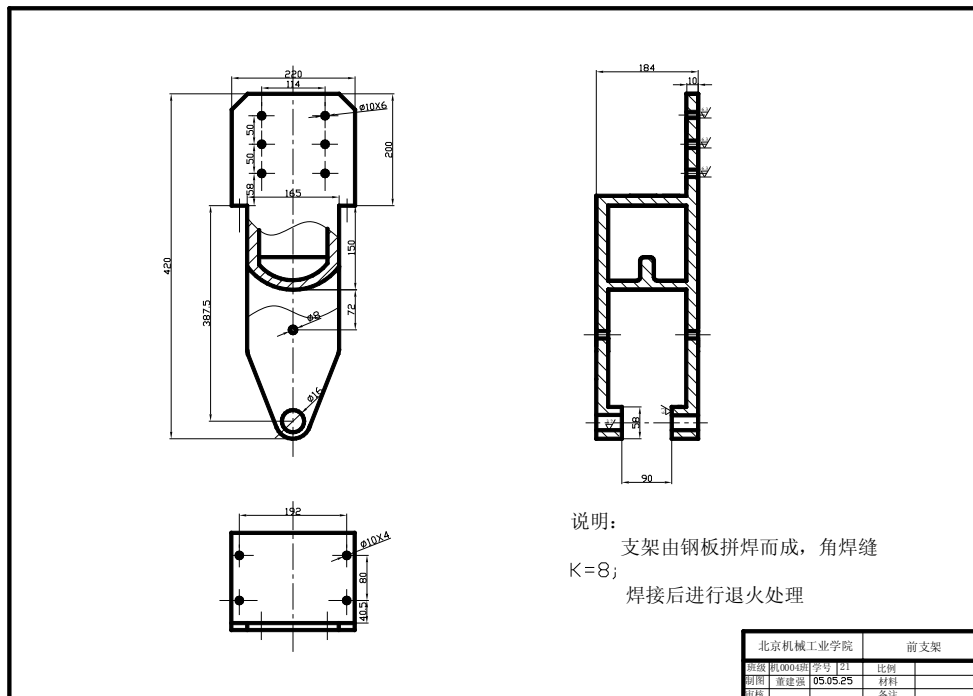

图 11-88 蜗轮图
2. 绘制如图 11-88 所示蜗轮零件图，要求带有标题栏。具体尺寸可参照图中标示。